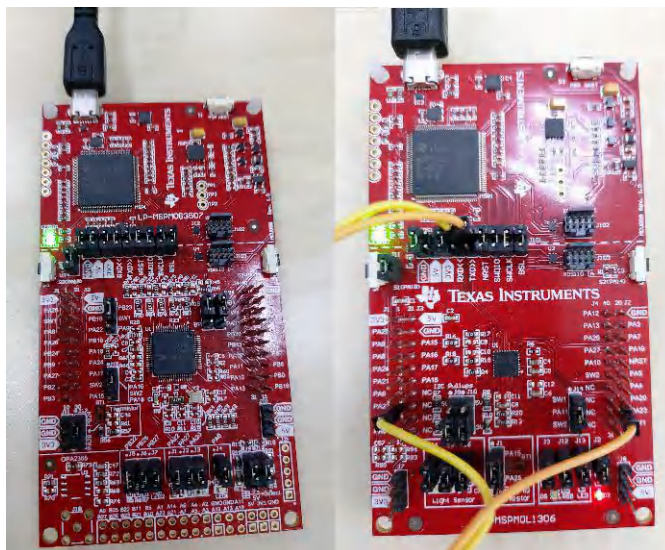

图 3-7. LaunchPad 套件连接 (左 : LP-MSPM0G3507 , 右 : LP-MSPM0L1306)
1. 将目标器件和 XDS110 连接到 PC。使用 LaunchPad 套件中集成的 XDS110 时，请将 Micro USB 电缆连接到 PC，如图 3-7 所示。